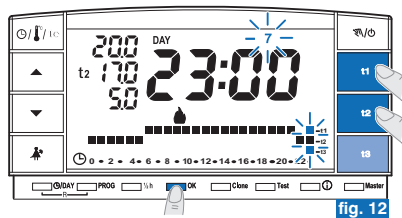

fig. 12
- Dopo l'inserimento della scala termica per il giorno di **Domenica (7)**, premere **OK** (esempio in fig. 12) per memorizzarla e tornare a visualizzare il giorno di **Lunedì (1)** quindi **premere nuovamente il tasto OK per 4 secondi** (esempio in fig. 13); con questa operazione **verrà salvato il programma settimanale completo**.